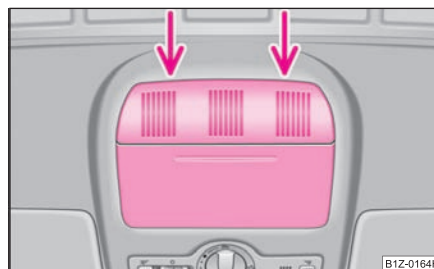

Fig. 38 Escotadura del revestimiento interior del techo: Punto de inicio del destornillador
- Retire la cubierta hacia abajo ⇒ fig. 38.